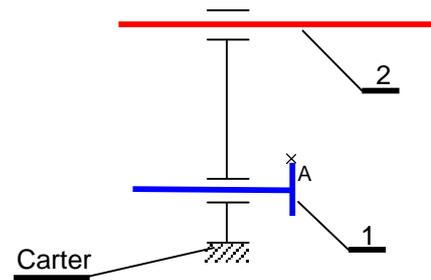

Fig. TP1-2
- A l'aide du schéma technologique (fig. TP1-1c) compléter le schéma cinématique du réducteur (fig. TP1-2) en utilisant deux couleurs différentes (liaisons avec le carter et liaison entre les deux roues dentées).